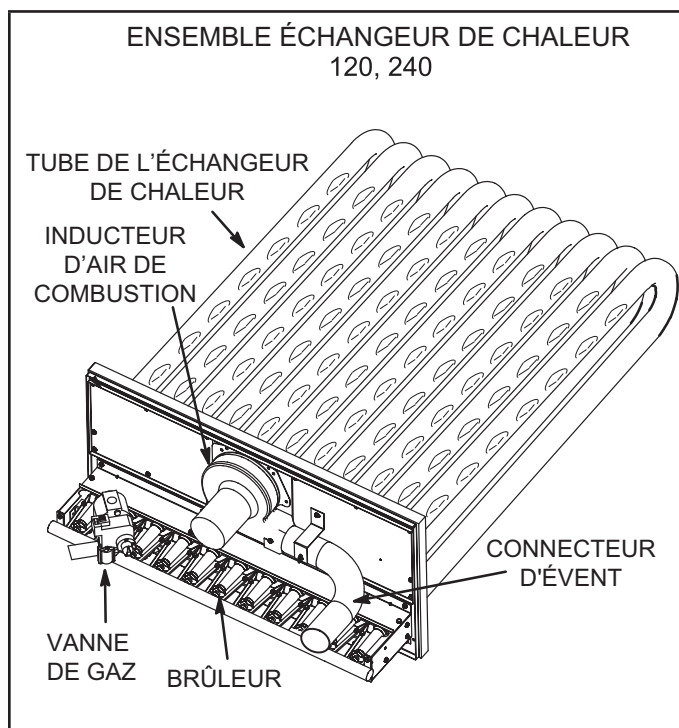

FIGURE 63
- 3 - Retirez et conservez les vis fixant l'inducteur d'air de combustion sur la boîte à feu. Retirez le connecteur d'évent. Voir FIGURE 50 pour les unités 036 et 060 et FIGURE 63 pour les unités 120 et 240.